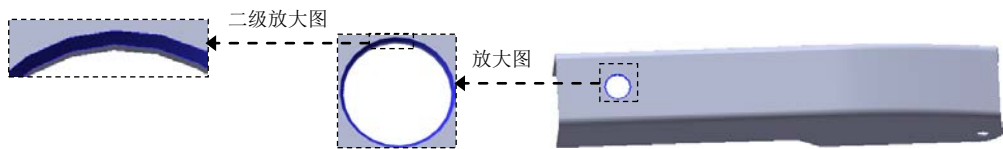

图 12.4.13 创建倒角 1
Step9. 创建图 12.4.13 所示的倒角 1。
(1) 选择命令。选择下拉菜单 **插入(I)** → **特征(F)** → **圆角(U)...** 命令（或单击  按钮），系统弹出“圆角”对话框。